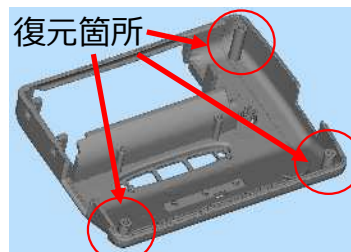

図3 形状復元結果
2. STL編集ソフト（Magics）で欠損部のデータを作成して損傷前の状態に復元する（図3）。